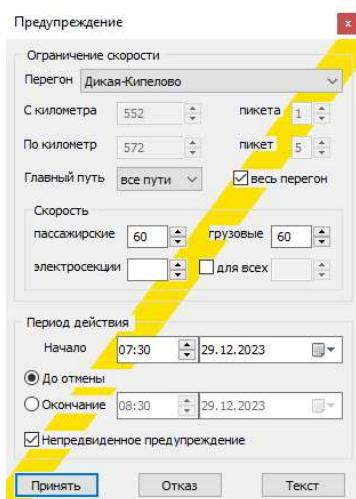

Рис.167.Окно “Ввод предупреждения”
В поле «Непредвиденное предупреждение» окна ввода предупреждений (см. рис. 167) по умолчанию устанавливается галочка.
4. Появится окно ввода предупреждений (см. рис. 167).
18. Нажать кнопку «Принять». Окно «Ограничение скорости на перегоне» будет закрыто, останется базовое окно «Ввод предупреждения» (см. рис. 167).
- 6 Появится окно «Ввод предупреждения» (см. рис. 167).
2. Появится окно «Ввод предупреждения» с занесенным в него текущим временем (см. рис. 167).